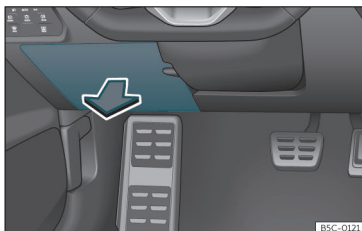

Abb. 47 Auf der Fahrerseite in der Instrumententafel: Abdeckung des Sicherungskasten.
- **Öffnen:** Abdeckung nach unten aufklappen»» **Abb. 47**.